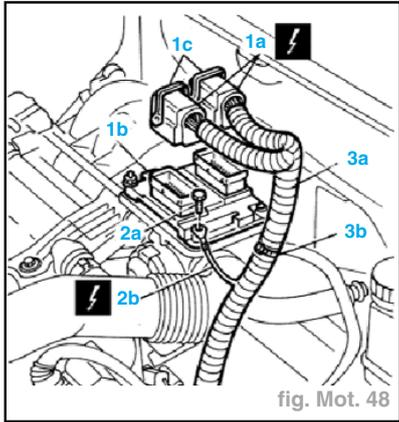

fig. Mot. 48
- débrancher les connexions électriques (1a) de la centrale d'injection (1b) en agissant sur le levier (1c) (fig. Mot. 48).